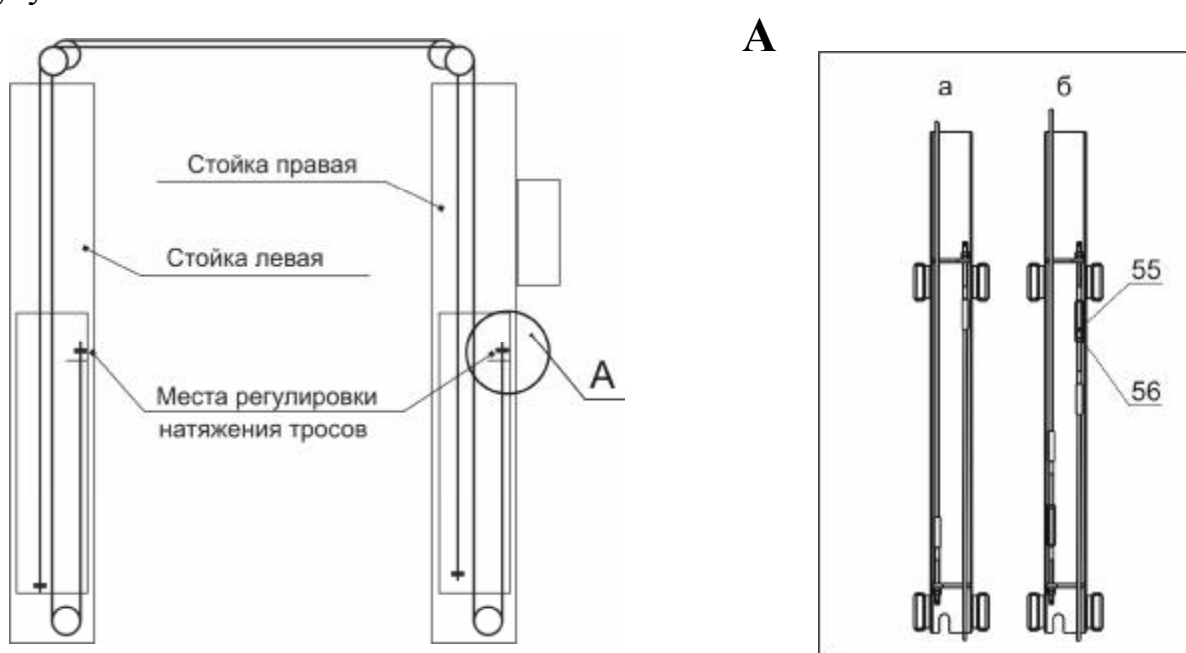

Рисунок 10 Схема запасовки синхронизирующих тросов
6.5. Установить тросы системы синхронизации кареток (см. рис. 10). При высоте подъемника 4197мм тросы закрепляются по схеме «а» рисунок 10. При высоте подъемника 4447мм тросы удлиняются с помощью шпилек 55, схема «б», рисунок 10. Шпильки поз.55 законтрить гайками поз.56. Для облегчения монтажа тросов в каретках использовать тонкую проволоку, продетую через отверстие в наконечнике троса. Отрегулировать натяжение тросов. При чрезмерном натяжении тросов каретки движутся прерывисто. При недостаточном натяжении тросов одна каретка при движении может опережать другую.